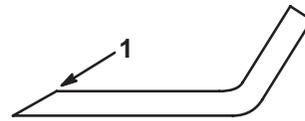

Figure 29
1. Au moyen d'une lime, aiguisez les tranchants aux deux extrémités de la lame (Fig. 29) en veillant à conserver l'angle d'origine. Limez la même quantité de métal sur chacun des deux tranchants pour ne pas déséquilibrer la lame.